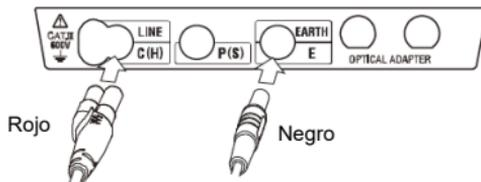

Fig. 7-1
(2) Conecte los cables de prueba como muestra la Fig. 7-1.